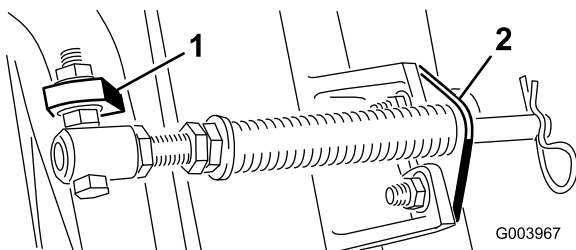

図 5
C. スプリングチューブのボルトを、反対側のキャリアフレームのタブに取り付け、フランジナットで固定する。 図 5 に示すように、ボルトの頭部がタブの外側を向くように取り付けること。
D. カuttingユニットのタブにロッドブラケットを取り付け、キャリッジボルトとナットで固定する 図 5。